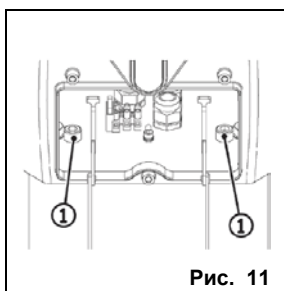

Рис. 11
9. Снова открыть центральный отсек модуля и затянуть два винта (рис. 11, поз. 1).